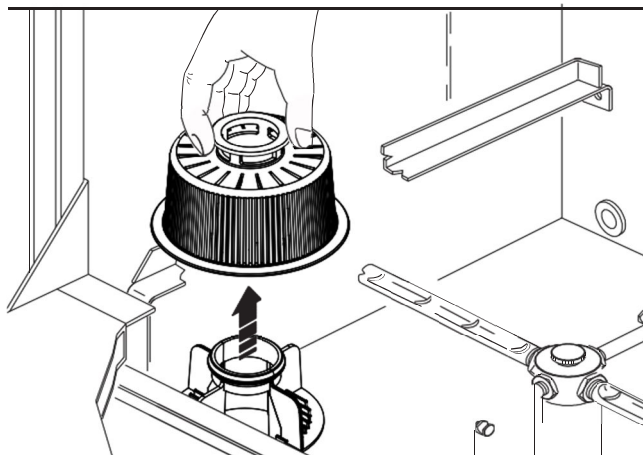

Fig. 17
8. Enlever et nettoyer le filtre de la pompe de lavage (fig. 17) et, le cas échéant, les filtres cuve éventuels
7. Enlever et nettoyer le filtre de la pompe de lavage (fig. 17) et, le cas échéant, les filtres cuve éventuels